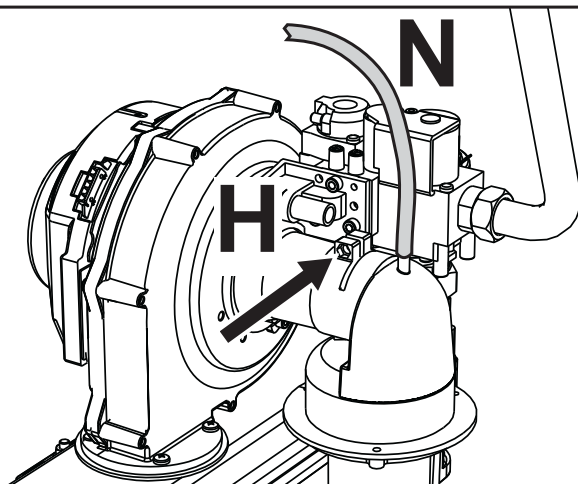

рис. 64
3. Снимите компенсационную трубку «N» и ослабьте винт «H» (см. рис. 64).